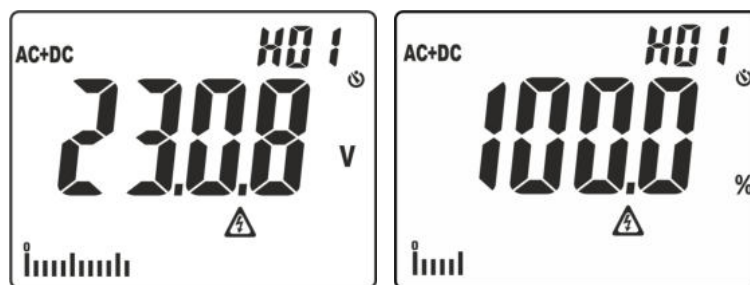

Fig. 3: Visualizzazione ampiezze analisi armonica
- Pressione semplice del tasto per visualizzazione ampiezze delle armoniche di tensione e corrente fino al 25° ordine (**Hdc, H01... H25**) in formato assoluto o percentuale in rapporto alle fondamentali dei segnali in ingresso (per valori di tensione VAC >0.5V e corrente AC > 0.5A e frequenza compresa tra 42.5Hz ÷ 69Hz) e il valore percentuale del parametro **THD%** (vedere § 9.3) come mostrato in Fig. 3. Usare i tasti \blacktriangle /ZERO e \blacktriangledown / ⚡ per aumentare/diminuire l'ordine dell'armonica